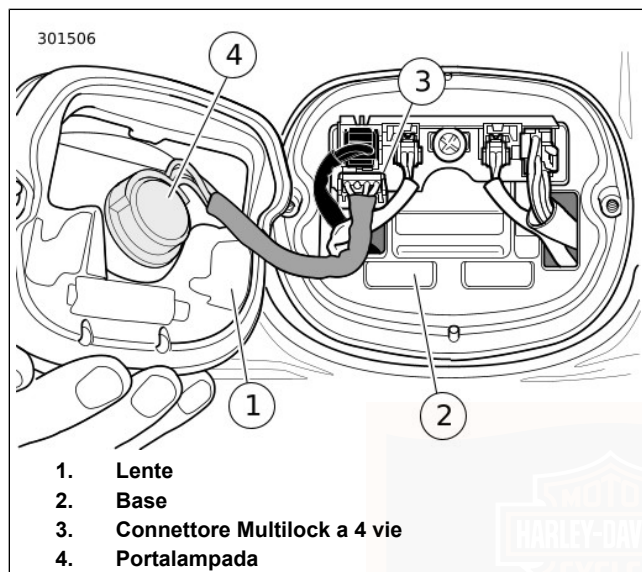

Figura 70. Gruppo della luce posteriore
2. Vedere Figura 70. Staccare il connettore della luce posteriore (3).
3. Girare il portalamпада (4) di 1/4 di giro in senso antiorario e rimuovere dal gruppo della luce posteriore. Estrarre la lampadina dal portalamпада.
2. Inserire il portalamпада (4) nel gruppo della luce posteriore e ruotare di 1/4 di giro in senso orario.
3. Vedere Figura 70. Collegare il connettore della luce posteriore (3).